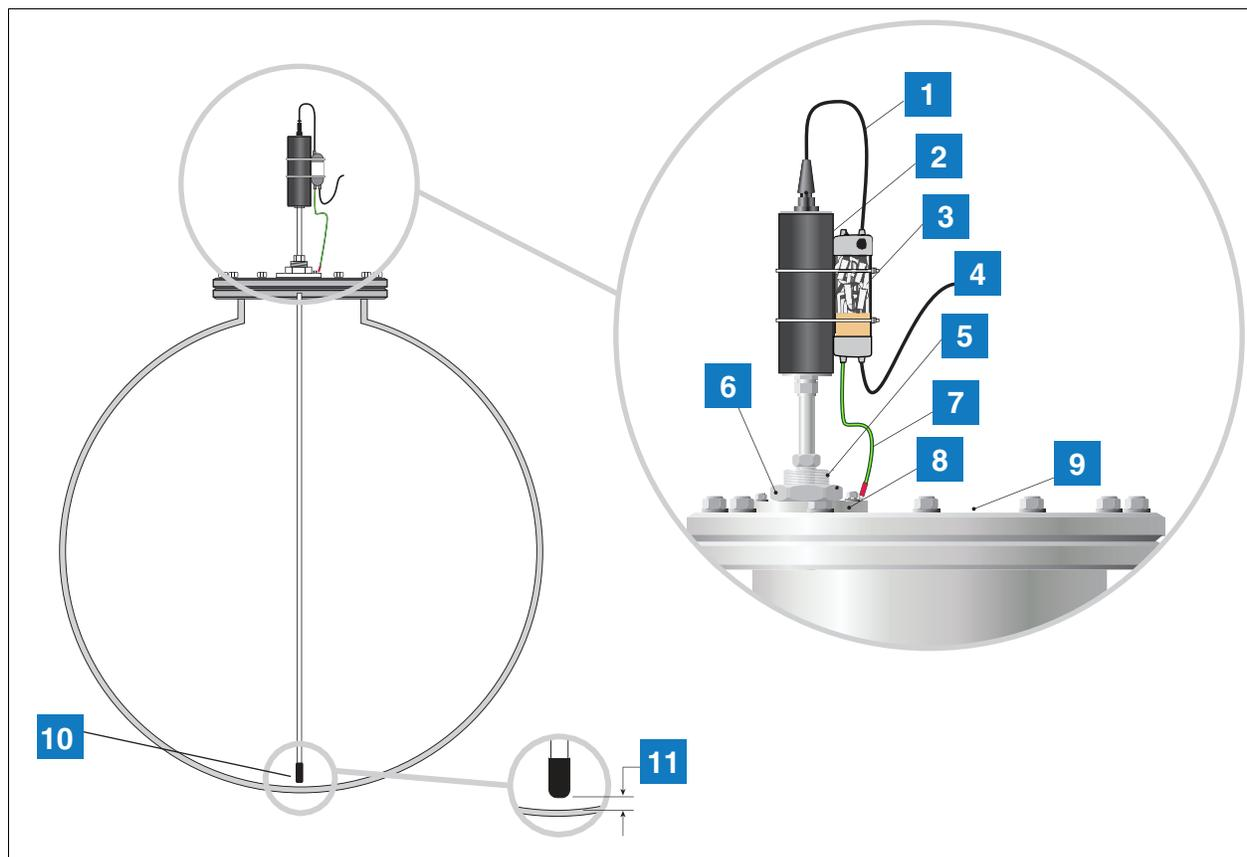

Figura 6. Zona 1 de Instalação de Sonda Mag com Ligação de Processo (Prensa Cabos)
Algumas instalações podem exigir uma disposição de montagem de sonda diferente, que consista numa ligação de processo (prensa cabos) montada diretamente na tampa do tanque, conforme apresentado na Figura 6. Deve ser utilizada uma ligação dedicada ou um flange adequado de ligação de polegada G2 com 11 roscas por polegada em conformidade com a norma DIN 2999 (BS2779). Antes de instalar ou reparar a Sonda Magnetostriativa, remova a alimentação de entrada de CA para a Consola TLS e verifique se a energia da consola está desligada. Durante a reparação, desligue o cabo de sonda e remova a sonda do tanque.
1. Observe Figura 6 para identificar o hardware necessário para concluir a instalação.
7. Ligue o cabo-piloto da sonda ao cabos de campo com uma caixa de junção à prova de intempéries ou um protetor contra tensões tensão elétrica de canal duplo opcional (N/P 848100-002), conforme ilustrado em Figura 6.
LEGENDA PARA CAIXAS NUMERADAS NA Figura 6